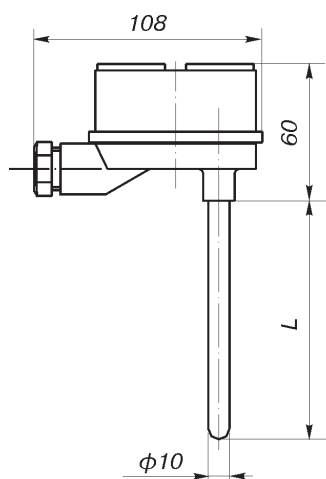
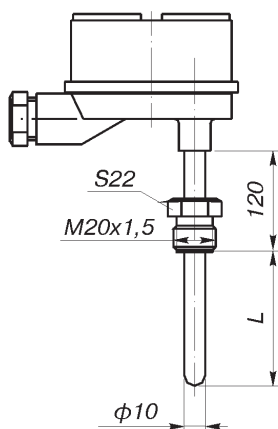
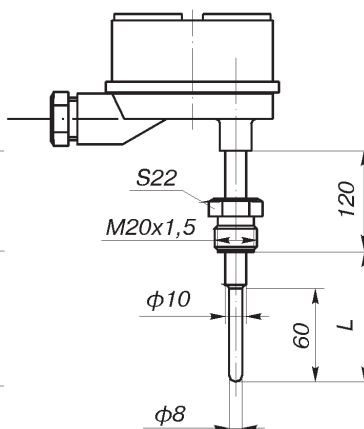

Рис. 1.
Рис.2 (ост.см.рис.1).
Рис.3 (ост.см.рис.1).
**Материал соединительной головки:** алюминиевый сплав (рис.1а-3а).
Рис. 1а.
Рис.2а (ост.см.рис.1а).
Рис.3а (ост.см.рис.1а).
| Рис. 1, 1А |     |    |     | +   | +   | +   | +   | +   | +   | +   | +   | +   | +    | +    | +    | +    |      |      |
| Рис. 2, 2А | +   | +  | +   | +   | +   | +   | +   | +   | +   | +   | +   | +   | +    | +    | +    | +    | +    | +    |
| Рис. 3, 3А |     |    | +   | +   | +   | +   | +   | +   | +   | +   | +   | +   | +    | +    | +    | +    | +    | +    |